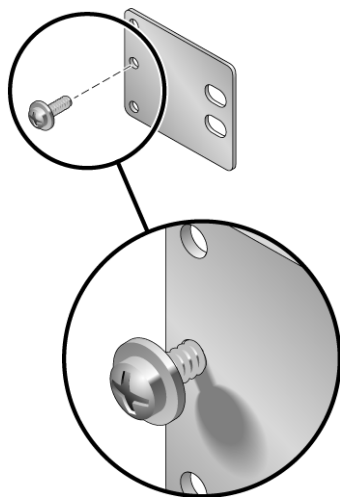

图 4-5 将螺丝安装在后板上中间的机架位置
- a. 将 M5 × 10 SEM 螺丝（每个后板使用一颗）松松地安装在后板上三个眼孔中的一个（图 4-5）。此位置会因机架上导轨的厚度而有所不同。例如，图 4-5 显示了后板上用来安装螺丝的中间机架位置。